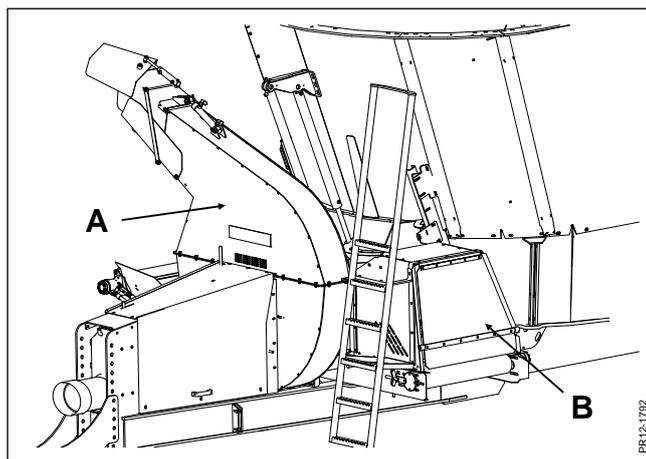

Fig. 2-1
Fig. 2-1 La solution JF est absolument unique et a été brevetée. Elle est unique en ce que le distributeur de paille de litière (A) et le convoyeur transversal d'alimentation (B) sont placés à l'avant pour une visibilité optimale.